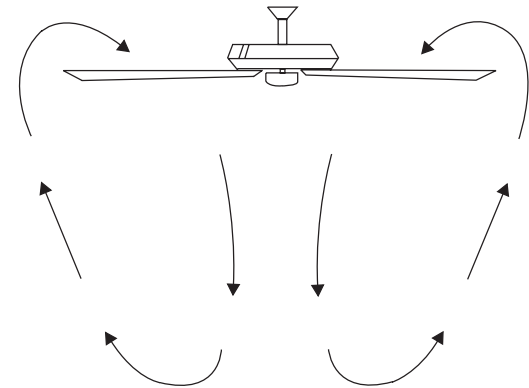

Figura 32
**Operación en clima cálido:** Avance (en sentido contrario a las agujas del reloj). Un flujo de aire descendente crea un efecto de enfriamiento (Figura 32). Esto le permite configurar su aire acondicionado en una configuración más cálida sin afectar su comodidad general.